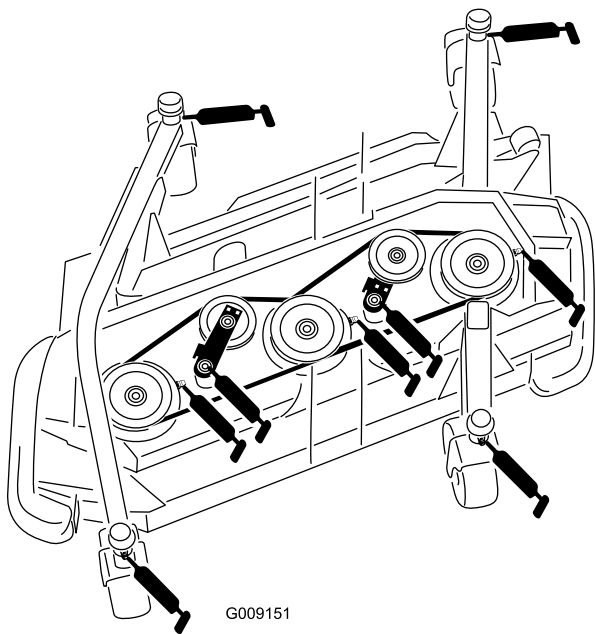

Bild 82
- Vier Laufradgabel-Wellenbüchsen (Bild 82)
- 3 Spindelwellenlager (im Spindelgehäuse), siehe Bild 82 .
- 2 Spannscheibenarm-Drehbüchsen (die sich auf der die Spannscheibe tragenden Drehgelenkwelle befinden), siehe Bild 82 .